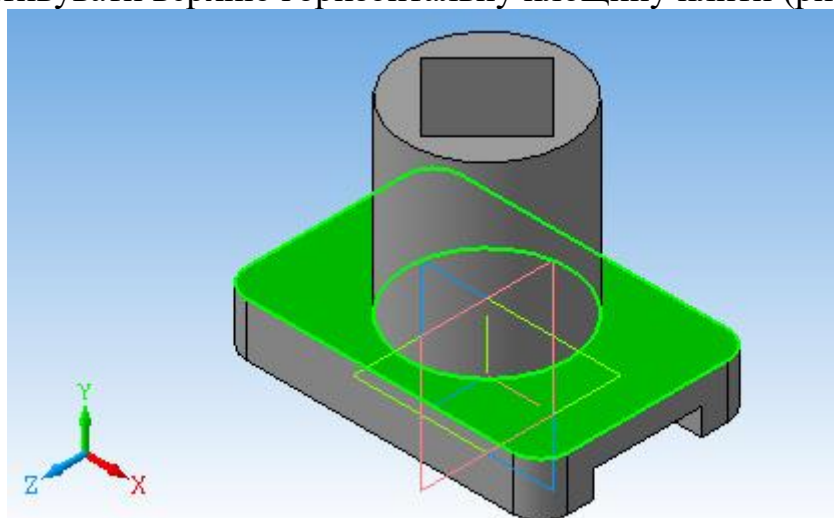

Рис. 8.16
14. Активувати верхню горизонтальну площину плити (рис. 8.16).